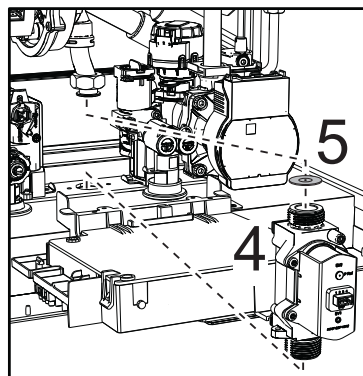

fig. 68 -
- Verwijder gasklep "4" en gasmembraan "5" ("fig. 68 -").